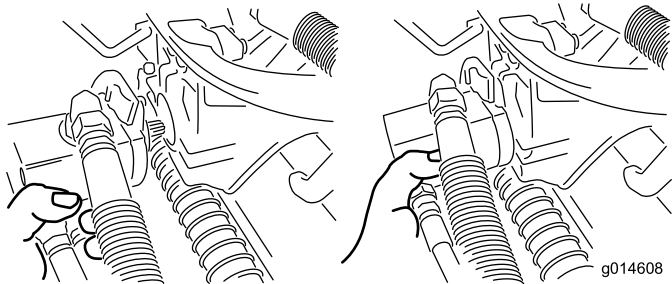

図 34
3. 外したモータは、サスペンションアームの前部にある一時保管位置にセットしておく 図 34。